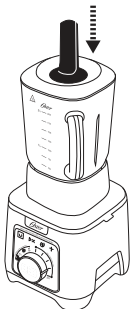

Fig. 8
1. Avec le mélangeur réglé à basse vitesse, insérer le tasseur à travers l'ouverture du couvercle. Faire preuve de prudence pour éviter de toucher les lames. (Fig. 8)